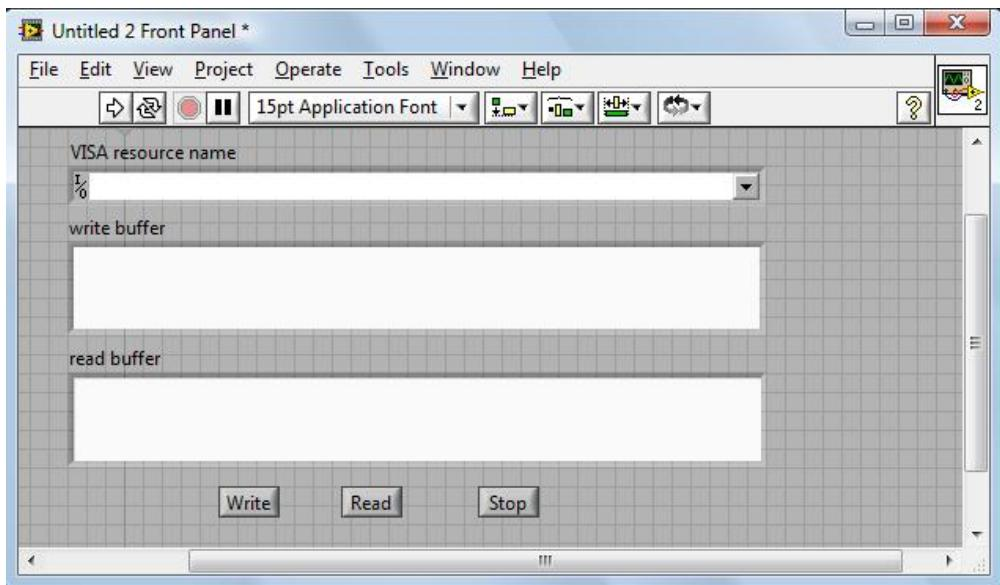

图 4-3-5
20. 在前面板，调整控件的位置排列如图 4-3-5 所示。